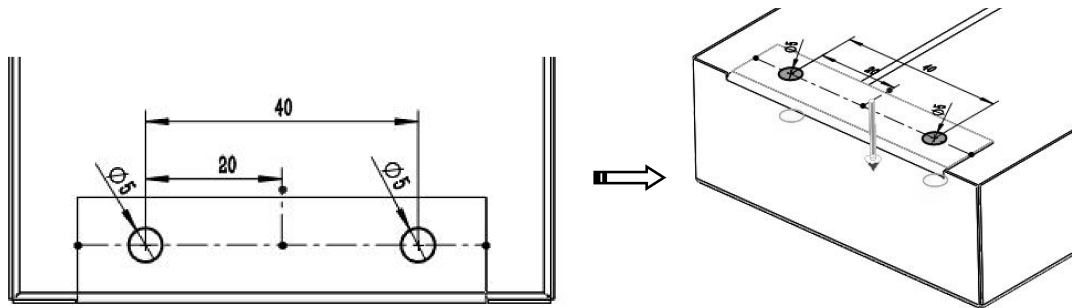

图 6-74 创建拉伸切除孔
- 07 在【钣金】选项卡中单击【拉伸切除】按钮，选择钣金件上表面作为草图平面，绘制两个圆，单击【确定】按钮，弹出【拉伸-切除】属性面板。在【拉伸-切除】属性面板中勾选【与厚度相等】复选框，生成圆孔的拉伸切除，如图 6-74 所示。